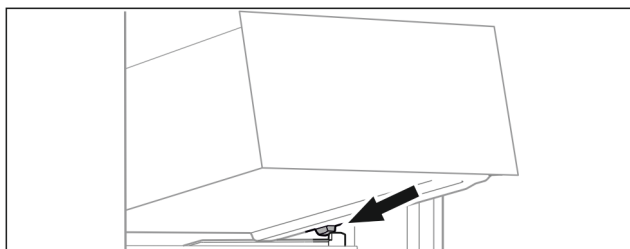

Fig. 93
- ▶ 将抽屉斜放在容器肋梁上的止动器后面。(参见 Fig. 93)